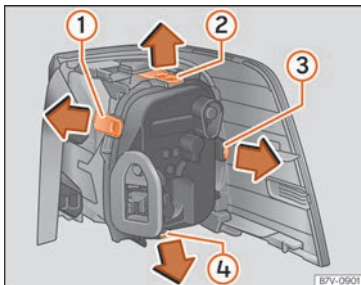

Abb. 116 Rückleuchte in der Karosserie: Lampenträger ausbauen. ① bis ④ Verriegelungslaschen.
| 8. | Zum Entriegeln des Lampenhalters Verriegelungslaschen » Abb. 116 ① bis ④ in Pfeilrichtung drücken. | |